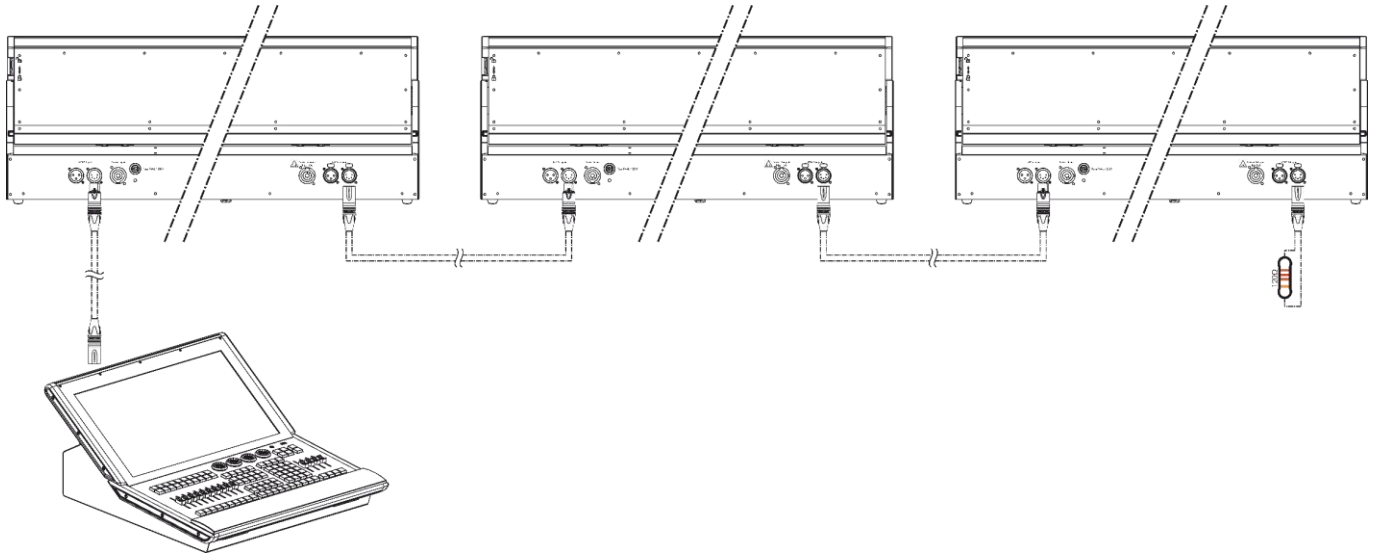

Fig. 09
- 03) Ripetere il passaggio 2 per collegare tutti i dispositivi in un collegamento a margherita come indicato nella Fig. 09.